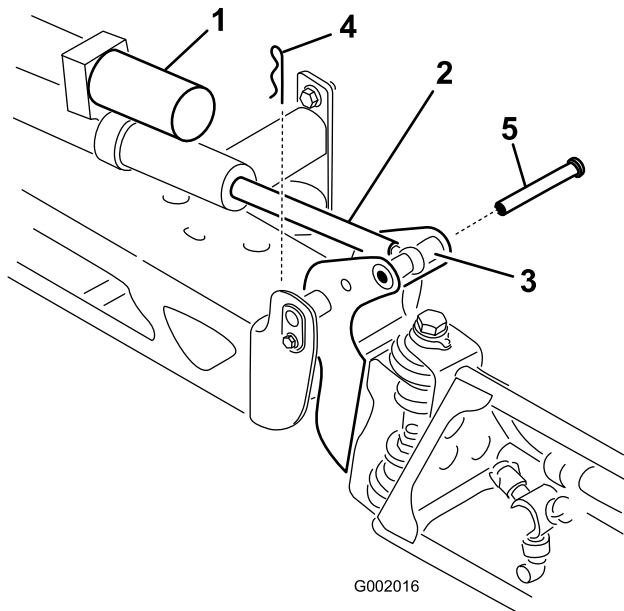

図 18
2. ピボット・ピンからコッターピンを抜き取る (図 18)。
3. ブームを持ち上げて、ピンを外す (図 18)。
8. ブームを支えながら、ブームのピボットとアクチュエータ・ロッドにピンを通す (図 18)。